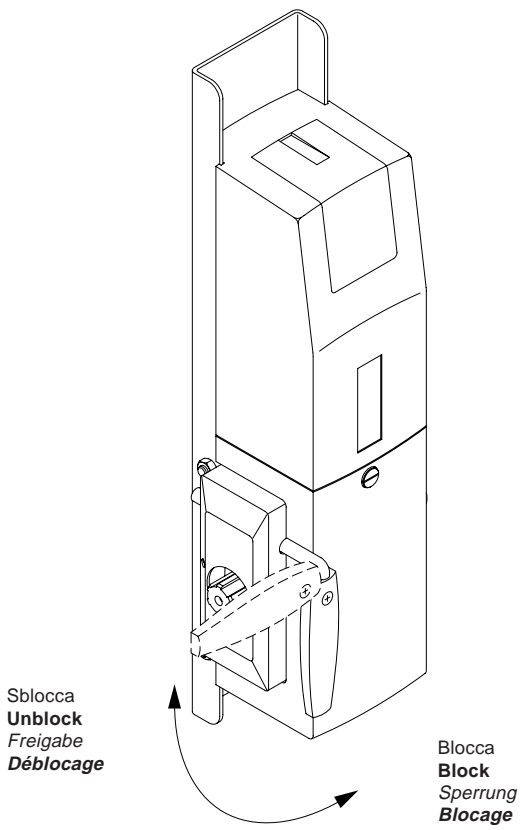

Fig.11
7.1 Sblocco interno a maniglia (fig. 11).
### 7.1 Handle internal release (fig. 11)
### 7.1 Déblocage interne de la manivelle (fig. 11)